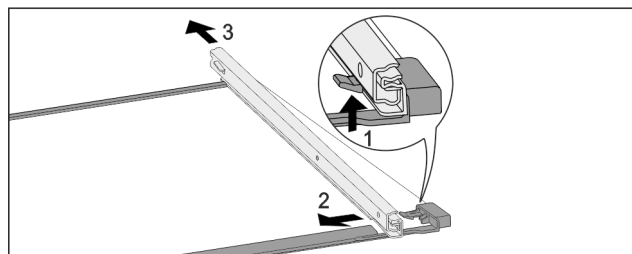

Fig. 58 Ripiano in vetro con guide
- ▶ Premere il gancio di fermo anteriore verso l'alto. Fig. 58 (1)
- ▶ Far scorrere la guida estraibile di lato Fig. 58 (2) e verso il lato posteriore Fig. 58 (3).